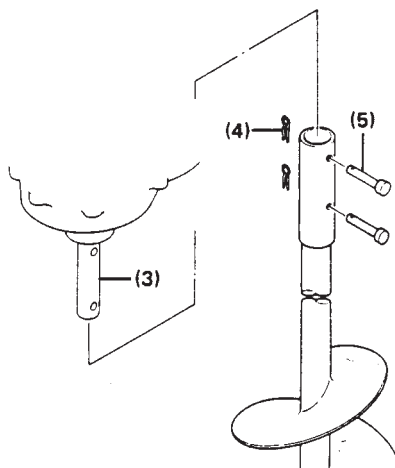

Fig. 2
- 3) For å montere boret legges motorhodet på bakken. Sett boret på drivakselen. Rett inn hullene i drivakselen og boret, sett inn de to leverte passtiftene i hullene og fest dem med låsepinnene ved bruk av nebbtenger. (Fig. 2)